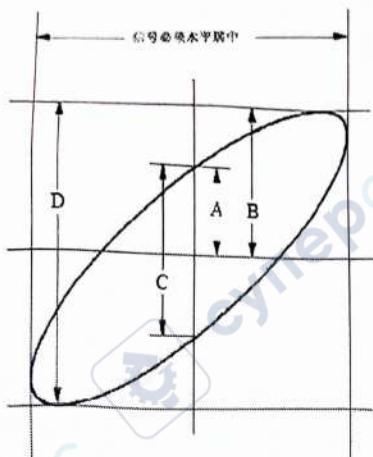

图 6-6: 李沙育 (Lissajous) 图形
- (1) 将探头菜单衰减系数设定为 10X，并将探头上的开关设定为 10X（参见 P10 的“如何进行探头衰减系数设定”）。
- (2) 将通道1的探头连接至网络的输入，将通道2的探头连接至网络的输出。
- (3) 按下 **自动设置** 按键，示波器把两个通道的信号打开并显示在屏幕上。
- (4) 调整 **垂直档位** 旋钮使两路信号显示的幅度大约相等。
- (5) 按 **采样** 面板按键，调出右侧菜单。
- (6) 在右侧菜单中选择 **XY模式** 为 **开启**。示波器将以李沙育（Lissajous）图形模式显示网络的输入输出特征。
- (7) 调整 **垂直档位**、**垂直位移** 旋钮使波形达到最佳效果。
- (8) 应用椭圆示波图形法观测并计算出相位差。见图 6-6。